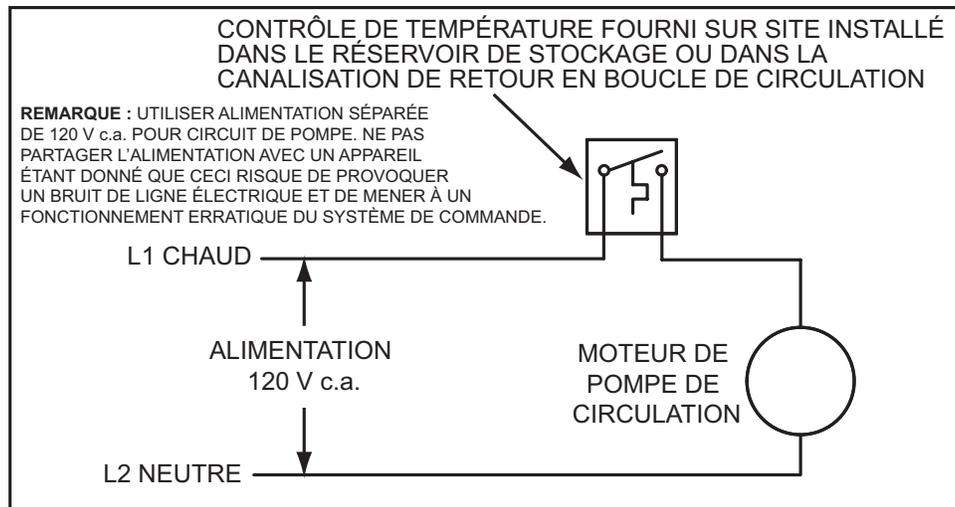

Figure 42. Schéma de câblage de la pompe de circulation - Recirculation de cuve de stockage ou de bâtiment
6. Si une pompe est installée entre un chauffe-eau et une cuve de stockage ou sur un circuit de recirculation du bâtiment comme à la *Figure 42* (page 64).
6. Si une pompe est installée entre un chauffe-eau et une cuve de stockage ou sur un circuit de recirculation du bâtiment comme à la **Figure 42** (page 64).